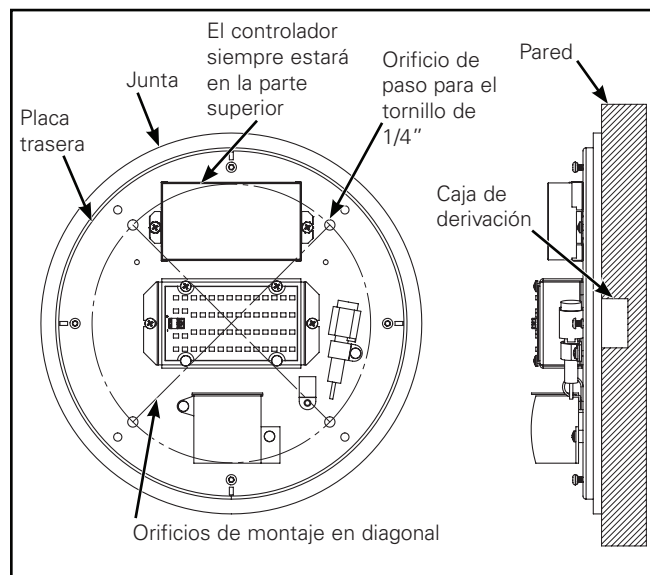

Figura 4. Instalación de la unidad plana
- Centre la placa de montaje en un techo o pared planos por encima de la caja de derivación. Utilice la placa de montaje como plantilla para presentar las ubicaciones de los tornillos. (Figura 4.)
5. Alinee la luminaria sin la lente con los cuatro orificios de montaje. Para el montaje en pared, tenga en cuenta que el controlador estará orientado hacia arriba como se muestra (Figura 4). Ajuste los cuatro tornillos de montaje lo suficiente como para comprimir el alojamiento contra la junta.